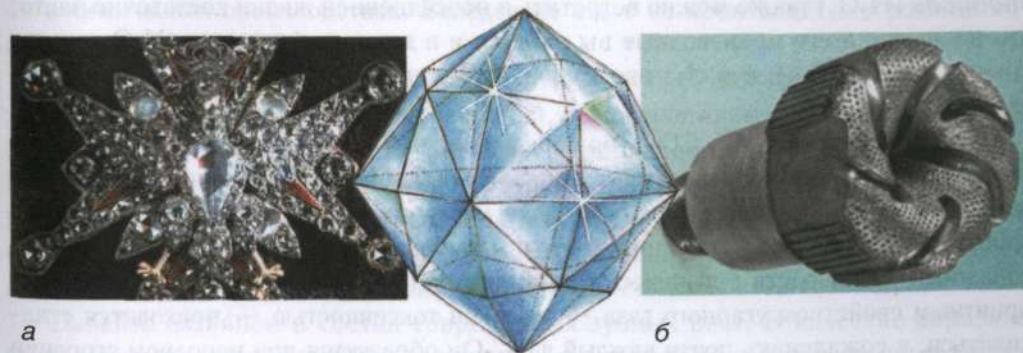

Рис. 121. Применение алмазов: а — украшение; б — наконечник бура
Широко применяется (особенно в сельской местности) в качестве твердого топлива **каменный уголь**, основным компонентом которого является простое вещество **углерод** (C). Использование угля в быту основано на реакции горения углерода, служащей источником тепловой энергии. С другой аллотропной модификацией углерода — **графитом** — в повседневной жизни приходится также часто сталкиваться. Это карандаши, щетки в электродвигателях, контакты троллейбусов и др. Самая дорогая аллотропная модификация углерода — **алмаз** — используется в ювелирных украшениях (рис. 121, а). Без обрабатывающих инструментов, использующих высокую твердость алмаза, трудно представить себе современное производство. Это алмазные сверла, стеклорезы, шлифовальные и отрезные круги, наконечники для буровых установок (рис. 121, б) и др.